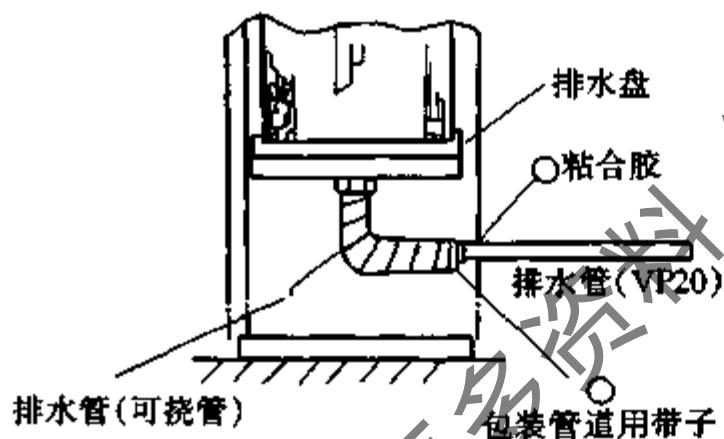

图 7-68 排水管安装
- (1) 确认排水管连接向室外侧(排出侧)下倾。
- (2) 使用附属的粘合胶连接排水软管和排水管,然后用附属的固定带固定好。如图 7-68。